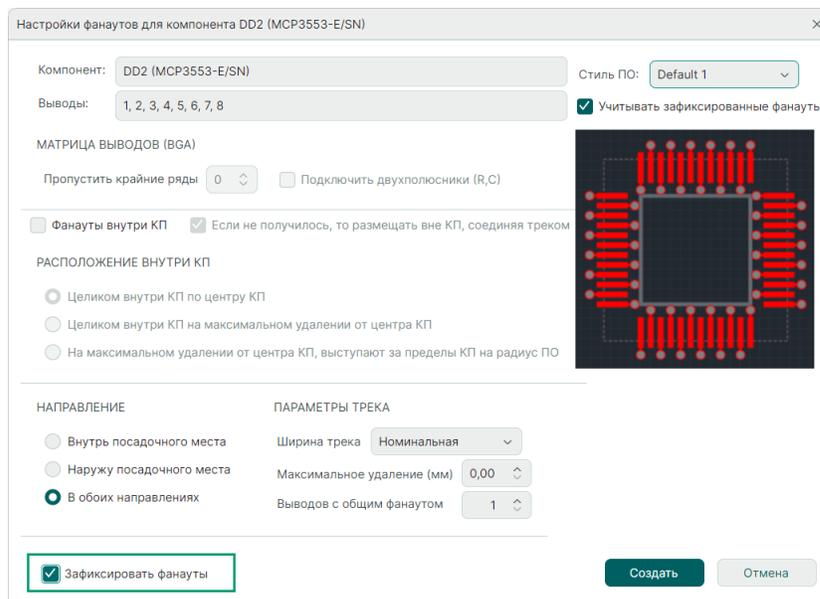

Рис. 331 Установка автоматической фиксации построенных фанатов
- Автоматическая фиксация построенных фанатов (поставить флаг в чек-боксе «Зафиксировать фанаты»), см. Рис. 331.